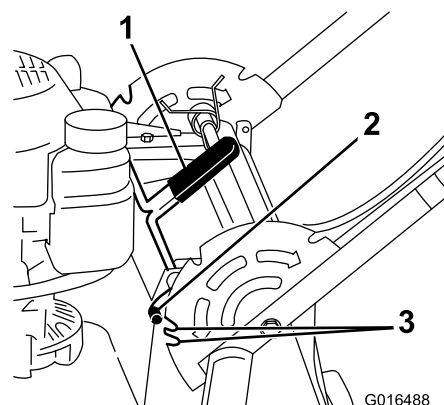

Figura 18
1. Levante un poco el manillar y tire hacia atrás de la palanca de bloqueo para desenganchar las clavijas de bloqueo del manillar (Figura 18).
2. Gire el manillar y alinee la muesca deseada del soporte del manillar con las clavijas de bloqueo del manillar; consulte Figura 18.